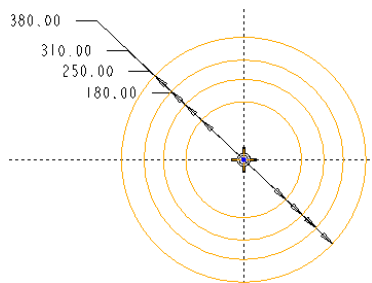

图 6-56 绘制任意尺寸的四同心圆
- 在草绘平面上绘制任意尺寸的四同心圆，如图 6-56 所示。